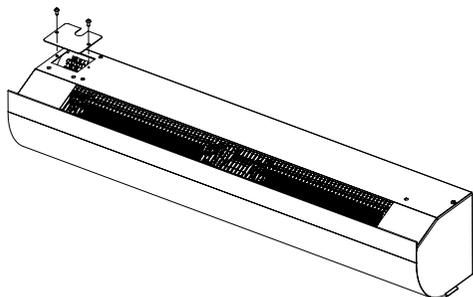

Рисунок 2.
7.3.2 Для подключения к сети необходимо снять крышку с монтажного люка (рисунок 2), завести кабели и подключить к клеммной колодке согласно электрической схеме завесы (рисунки 8 – 13).